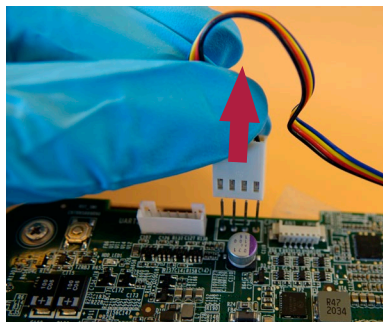

Abbildung 23 Trennen des Lüfterkabels
a) Trennen des Lüfteranschlusses (Abbildung 23)
- g) Schließen Sie das Lüfterkabel an (siehe Abbildung 12 und Abbildung 23)